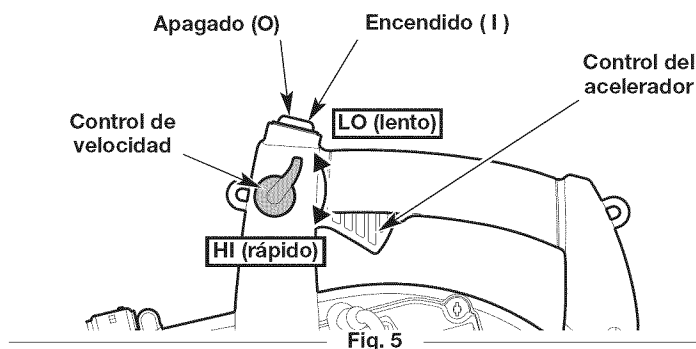

Fig. 5
NOTA: No es necesario encender la unidad. El interruptor de encendido/apagado está en la posición **ENCENDIDO (I)** en todo momento (Fig. 5).
4. Mueva el control de crucero a la posición **LO (lento)** (Fig. 5).
NOTA: Mantenga el control de crucero en posición **LO (lento)** y **NO** presione el control del acelerador hasta el paso 9 (Fig. 5).
8. **NO** apriete el control del acelerador. Ponga el motor en una marcha lenta durante 5 a 10 segundos. Si la unidad se detiene durante este momento: Apriete y mantenga oprimido el control del acelerador o mueva el control de crucero a la posición **HI (rápido)** (Fig. 5). Tire de la cuerda de arranque con un movimiento controlado y firme hasta que arranque la unidad.
9. Apriete y mantenga oprimido el control del acelerador o mueva el control de crucero a la posición **HI (rápido)** (Fig. 5). Deje que el motor se caliente durante 30 a 60 segundos.
2. Oprima y mantenga apretado el interruptor de encendido/apagado en la posición **APAGADO (O)** hasta que el motor se pare por completo (Fig. 5).
- Use el control de velocidad para facilitar la operación continua (Fig. 5).